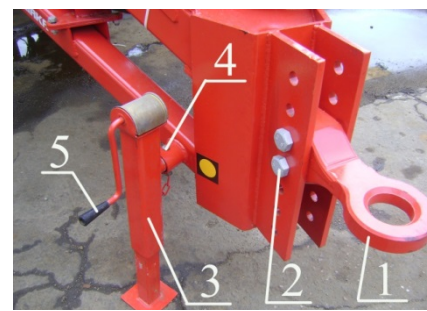

Рисунок 4. Причіпний пристрій посівної частини:
7. За допомогою стійки опорної (домкрата) 3 (рисунок 4) встановити раму посівної частини в горизонтальне положення.
8. Виміряти відстані від землі до причіпного пристрою трактора та причіпної петлі у пневматичного бункера. За розбіжності цих відстаней переставити причіпну скобу 1 (див. рисунок 4) на необхідну висоту, встановивши її в одному з шести можливих положень. Інтервал регулювань – крок між отворами кронштейна по горизонталі становить 75 мм. Після завершення регулювання затягнути кріпильні деталі 2 (див. рисунок 4) з крутним моментом 1422 Н•м.